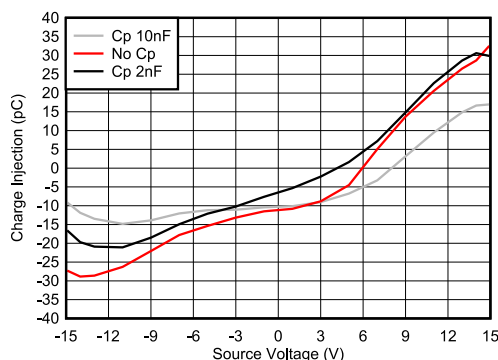

図 7-2. 電荷注入補償
TMUX720x には、ドレイン (Dx) への電荷注入を低減するための専用アーキテクチャが搭載されています。敏感なアプリケーションでの電荷注入をさらに低減するために、ソース (S) に補償コンデンサ (Cp) を追加できます。設計上、スイッチ遷移からの余分な電荷は、ドレイン (D) ではなくソース (S) の補償コンデンサに送られます。一般的に、Cp はドレイン (D) の等価負荷容量よりも 20 倍大きい必要があります。図 7-2 に、ソース側のさまざまな補償コンデンサによる電荷注入の変動を示します。このプロットは、TMUX72xx ファミリの一部として、100pF の負荷容量を持つ TMUX7219 でキャプチャしたものです。